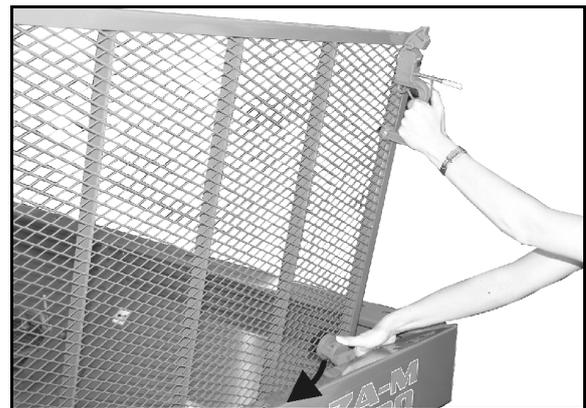

図 18
3. タンクの縁のロックがカチッと音を立ててはまるまで、保護グリッドを上を開きます (図 18)。
- 保護グリッドを閉じる前に、ロックを押し込んでください (図 18)。